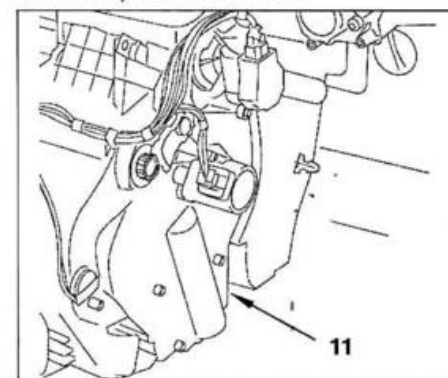

FIG. 23
- Separar el tubo (11) (fig. 23) accesible por debajo de la caja, del lado pasajero.